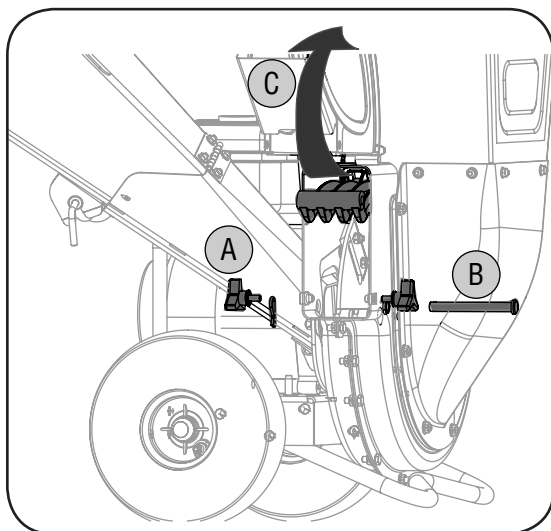

Figura 5-1
- a. Si está instalada, retire la bolsa de desechos. Saque las dos perillas a mariposa de ambos lados del deflector del canal y gire el mismo hacia arriba. Vea la Figura 5-1.
- b. Saque el broche de horquilla de la chaveta que se extiende a través de la caja del motor y de la criba de la trituradora. Vea la Figura 5-1. Saque la chaveta de horquilla.